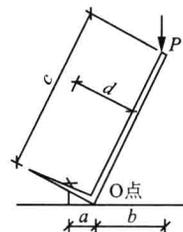

图 1A411020-3
3. 某构件受力简图如图 1A411020-3 所示, 则点 O 的力矩 M_O 为()。[2015 年真题]